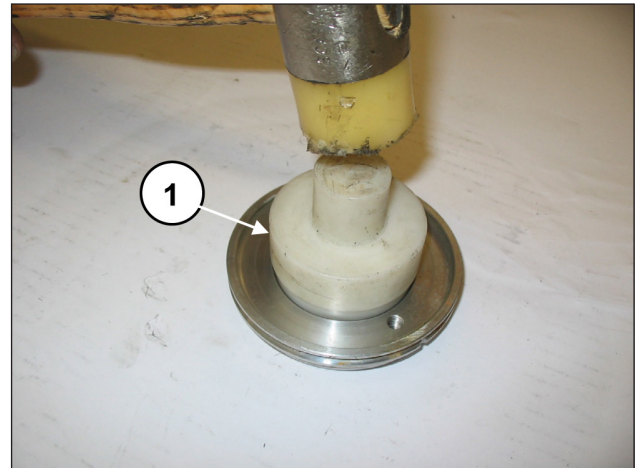

Abb. 93
Montieren Sie den radialen Dichtring in den Ölabbstreifring-Deckel (Pos. ①, Abb. 93) mithilfe eines Dorns Art. 27910900.